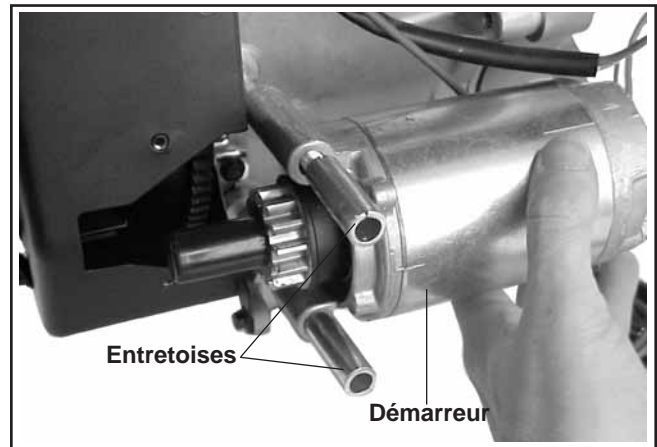

Figure 9-17. Dépose du démarreur et des entretoises.
- c. Faire coulisser le démarreur et les entretoises des goujons. Noter la position du câble de terre (si utilisé). Voir la figure 9-17.